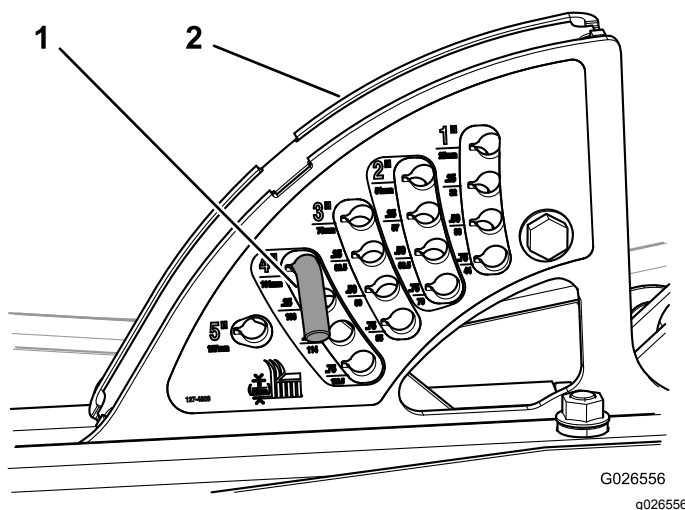

Figura 41
- Instale el pasador de altura de corte en el soporte a la altura de corte deseada (Figura 41).